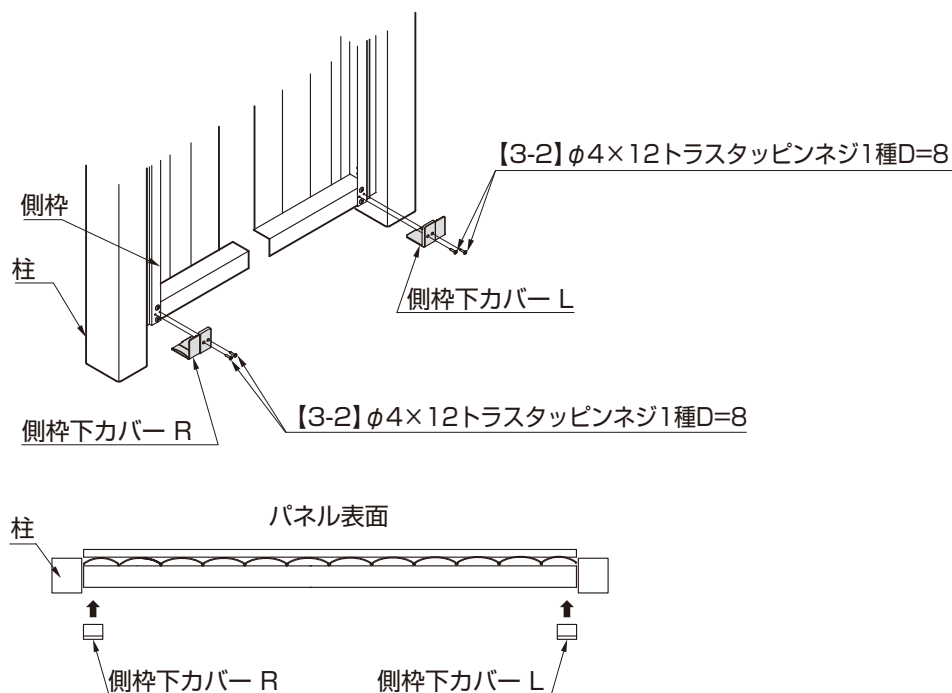

図4-7
- ②側枠下カバーを側枠に【3-2】で取付けてください。(図4-7参照)